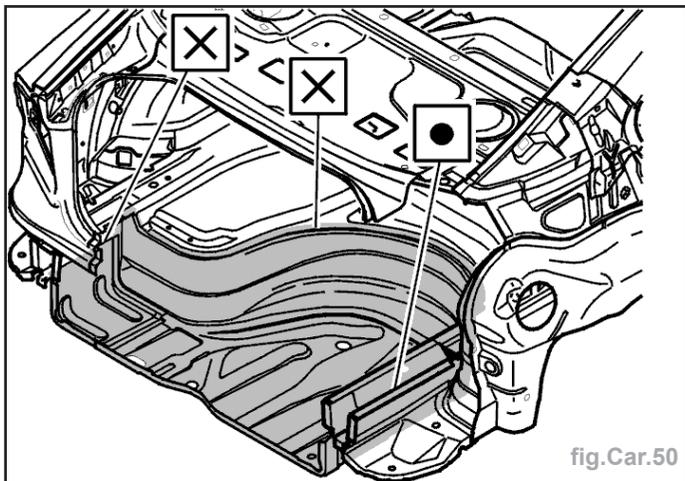

fig.Car.50
- Souder pour mettre en place (fig.Car.50).